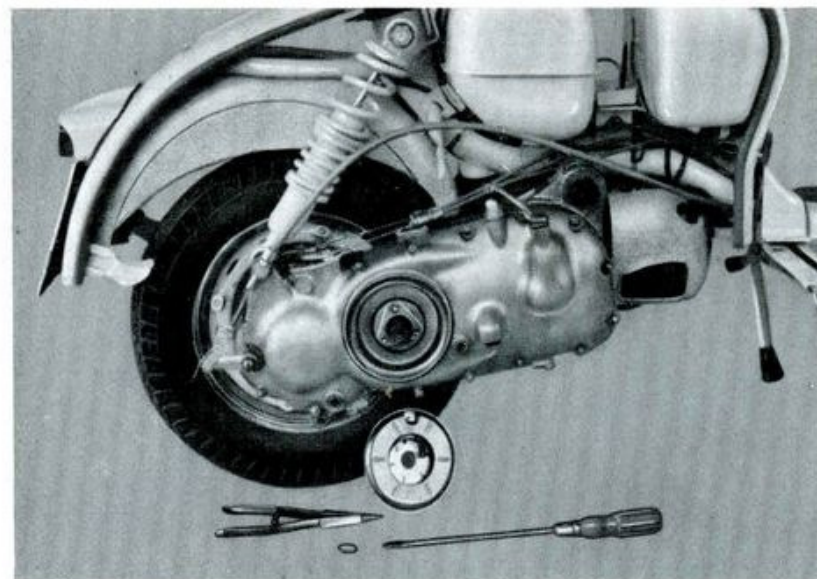

Fig. 3
- » 5 - Sfilare la scatola di protezione molla avviamento togliendo prima l'anello seeger di fermo. Vedi fig. 3.